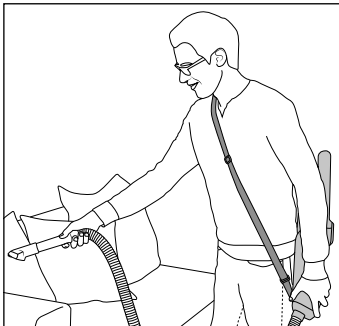

Fig. 12
- Recomendamos que utilize a alça de transporte 27 passando-a sobre a cabeça e assentando-a no ombro (ver fig. 12).